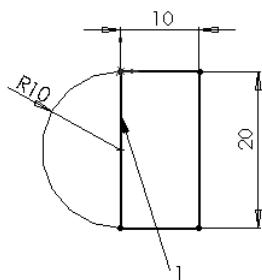
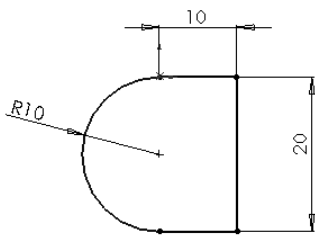

图 6-69 标注尺寸
图 6-70 剪裁实体
3) 标注尺寸。单击“草图”控制面板中的 (智能尺寸) 按钮, 然后标注步骤 2) 中绘制草图的尺寸, 如图 6-69 所示。
4) 剪裁实体。单击“草图”控制面板中的 (裁剪实体) 按钮, 裁减图 6-69 所示的直线 1, 剪裁后的图形如图 6-70 所示。